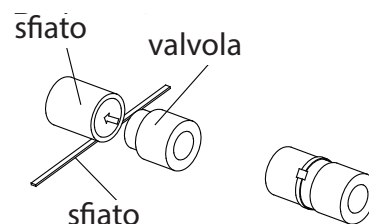

Fig. 27
- (7). Al momento della spedizione dell'unità dalla fabbrica, l'uscita di scarico predefinita è quella sul lato sinistro (lato della scatola elettrica), l'apertura sul lato destro è chiusa con un tappo.
- (8). Se deve essere utilizzata l'apertura sul lato destro dell'unità, spostare il cappuccio di scarico su quella di sinistra (Fig. 27)